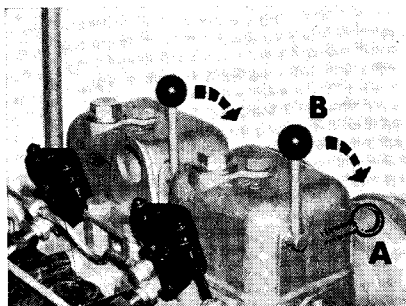

Fig. 5. Dekompressionshandtag.
- 3b. **Motor med handstart.** Ställ de båda dekompressionshandtagen i uppåtriktat läge, B fig. 5. Dra runt motorn så snabbt som möjligt med startveven och för ned dekompressionshandtagen under fortsatt vevning, först det ena sedan det andra. Starten underlättas genom tillkoppling av köldstarten.